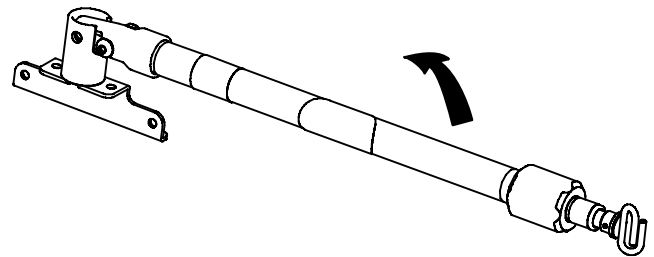

Abbildung 24 – Verstauposition des dreistufigen Infusionsständers
1. Den Infusionsständer anheben und aus der Verstauposition herausdrehen. Nach unten drücken, bis der Infusionsständer in die Aufnahme (A) einrastet.
2. Um den Infusionsständer anzuheben, den Schließring (B) gegen den Uhrzeigersinn drehen und am Teleskopteil (C) nach oben ziehen. Den Infusionsständer auf die gewünschte Höhe anheben.
3. Den Schließring (B) im Uhrzeigersinn drehen, um den Teleskopteil (C) zu arretieren.
4. Um den Infusionsständer weiter zu erhöhen, den Schiebeabschnitt (D) nach oben ziehen, bis die Federklemme (E) einrastet.
5. Die Infusionsbeutel am Infusionshaken (F) aufhängen.
6. Um den Infusionsständer zu senken, die Federklemme (E) eindrücken und Schiebeabschnitt (D) nach unten in den Teleskopteil (C) schieben. Den Schließring (B) gegen den Uhrzeigersinn drehen und den Teleskopteil (C) in das untere Rohr schieben.
7. Zum Arretieren den Schließring (B) im Uhrzeigersinn drehen.
8. Den Infusionsständer anheben und nach unten in die Verstauposition drehen (Abbildung 24).